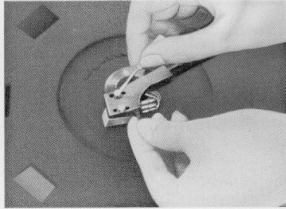

Fig. 4
3. Vea la Fig. 4. Disponga la punta de la aguja sobre la línea correspondiente a 15 mm. del adaptador de 45 r.p.m. No le pasa nada a la aguja si el contacto que ejerce sobre el adaptador es ligero; tenga la precaución de no ejercer ninguna fuerza en sentido vertical ya que la aguja podría lastimarse.